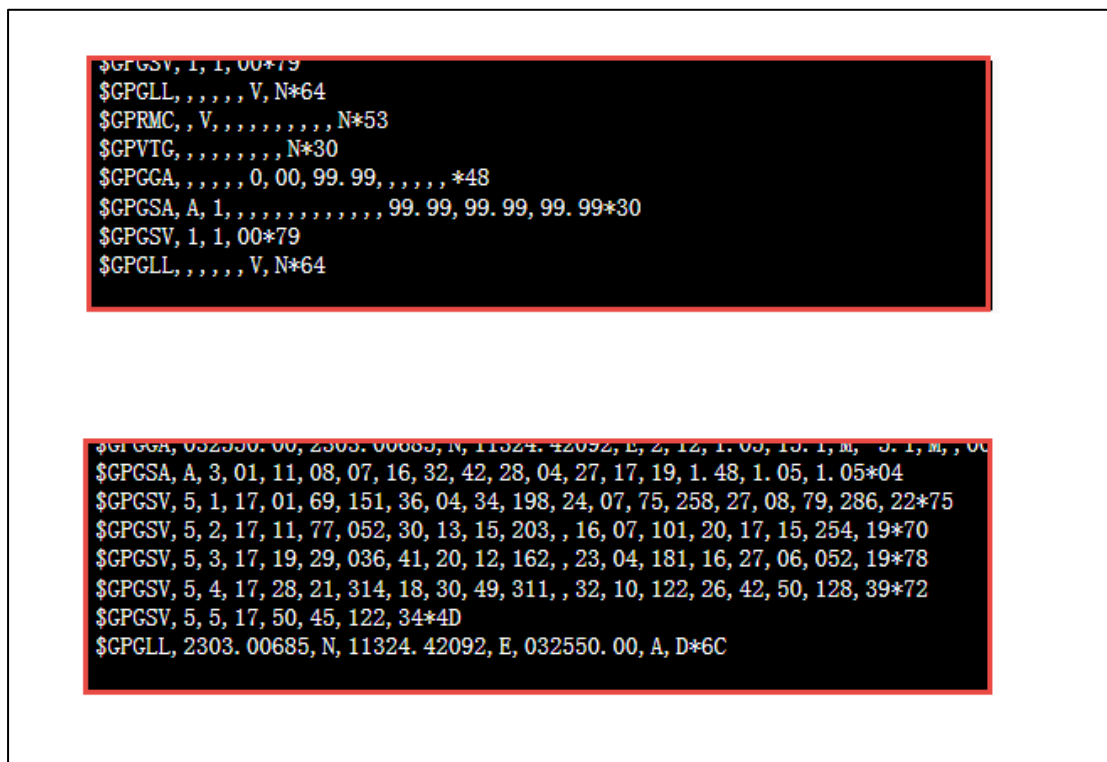

图 4-6 信号好与信号差时的 GPS 数据信息
- 2) 使用 USB 线连接电脑与 BH-NEO-6M 模块，正常时，模块上的红色时间脉冲指示灯亮，在调试助手软件上打开 BH-NEO-6M 对应的串口，它的数据输出窗口会输出 GPS 的原始数据(下一小节将解析这些数据格式)。输出的数据一般会出现两种情况，见图 4-6。
BH-NEO-6M 模块通过串口及 USB 接口输出 GPS 定位数据信息，这些信息默认采用 NMEA-0183 协议，输出的信息形前面的图 4-6 所示。